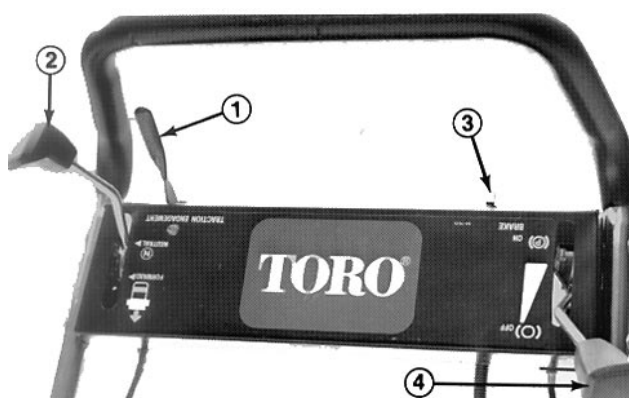
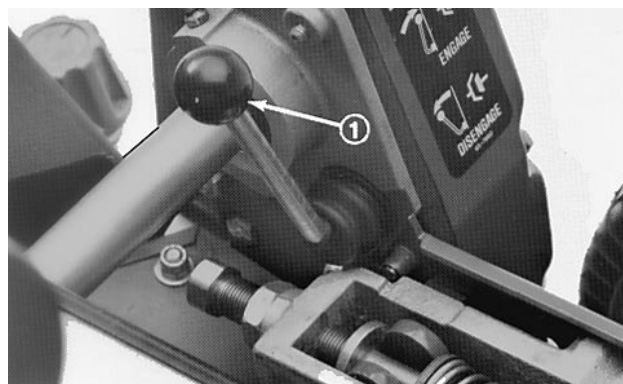

Fig. 12
Fig. 13
**Alavanca de engate da tracção** (Fig. 12)—Situada no lado direito à frente do painel de comando. A alavanca tem duas posições: NEUTRO e marcha À FRENTE. Empurrando-se a alavanca para a frente engata-se a transmissão de tracção.
**Interruptor de Ligação/Corte** (Fig. 12)—Situado atrás do lado esquerdo do painel de comando. Mover o interruptor para LIGAÇÃO para ligar o motor e para CORTE para fazer parar o motor.
**Travão de marcha/aparcamento** (Fig. 12)—Situado à frente do lado esquerdo do painel de comando. Usar o travão para desacelerar ou parar a máquina. O travão também pode ser usado como travão de aparcamento. Puxando alavanca para trás sobre o centro irá engatar o travão de aparcamento.
**Comando do acelerador** (Fig. 12)—Situado atrás do lado direito do painel de comando. O comando tem duas posições: marcha LENTA e marcha RÁPIDA. A velocidade do motor pode ser variada entre estas duas regulações.
**Alavanca de engate da transmissão dos carretéis** (Fig. 13)—Situada no canto dianteiro direito da máquina. A alavanca tem duas posições: ENGATE e DESENGATE. Puxar a alavanca para cima para engatar o carretel ou empurrar para baixo para desengatar o carretel.
1. Assegurar que as alavancas de tracção (Fig. 12) e transmissão dos carretéis (Fig. 13) estão na posição de DESENGATE.
3. Mover o interruptor de LIGAÇÃO/CORTE (Fig. 12) para a posição de LIGAÇÃO.
4. Mover o comando do acelerador (Fig. 12) para marcha RÁPIDA.